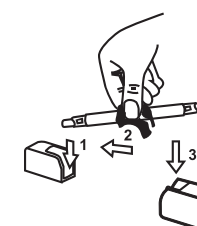

Abb.2
- Setzen Sie die neue Birne gemäß Abbildung 2 ein. Zur Verlängerung der Lebensdauer der Birne sollten Sie diese nicht mit bloßen Händen berühren. Sollten Sie die Birne doch mit bloßen Händen angefaßt haben, können Sie sie mit Alkohol reinigen.